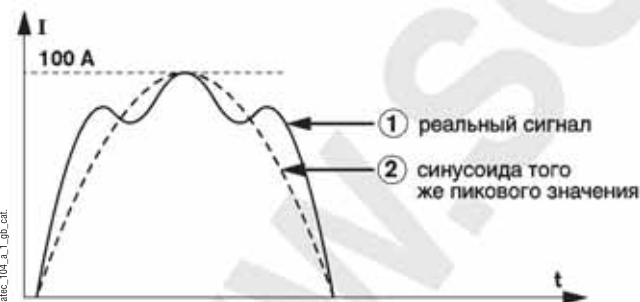

Рис. 1. Искажения при измерении.
**Пример (рис. 1):** сигнал 1 искажается третьей гармоникой. Действующее значение тока синусоидальной волны с тем же пиковым значением составляет:  $100 \text{ А} / \sqrt{2} = 70 \text{ А}$ .